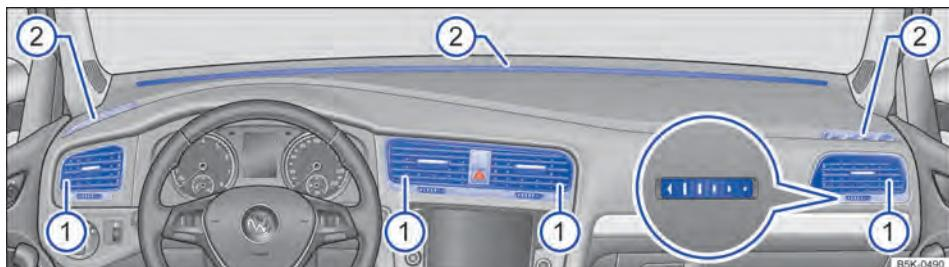

Fig. 167 No painel de instrumentos: difusores de ar.
Para que uma potência de aquecimento, uma refrigeração e uma entrada de ar suficientes sejam atingidas no interior do veículo, os difusores de ar Fig. 167 ① devem permanecer abertos.